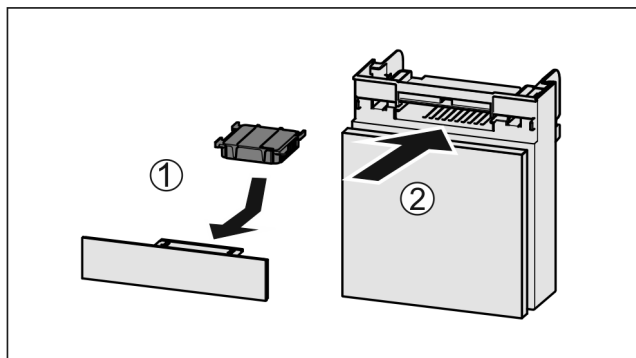

Fig. 137
- ▶ Установите фильтр с активированным углем, как показано на рисунке Fig. 137 (1).
- ▶ Фильтр с активированным углем ощутимо фиксируется. Если фильтр с активированным углем показывает вниз: Вставьте отделение Fig. 137 (2).